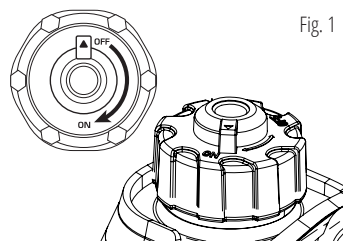

Fig. 1
3. Aprire lo sfiatore del tappo del carburante in posizione „ON” (fig. 1).